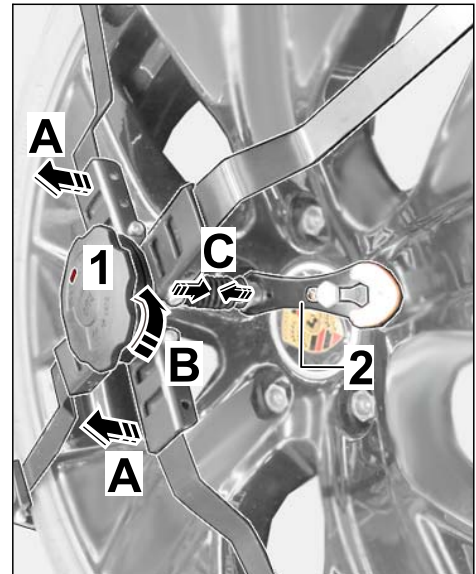

Figura 11
- 3.1 rimuovere leggermente la manopola dalla ruota posteriore (⇒ *Figura 11 -A-*).
Aprire contemporaneamente la manopola ruotandola verso sinistra (segno "-" ⇒ *Figura 11 -B-*) fino a quando la leva di fissaggio insieme al cavo e al soffietto non risultano allentati (⇒ *Figura 11 -C-*).